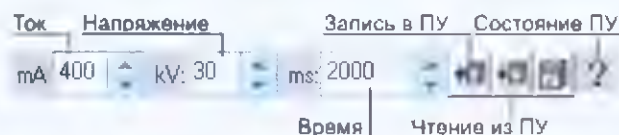

Рисунок 32. Группа полей для управления питающим устройством
- Группа полей для управления питающим устройством (см. рис. 32). Эти поля отсутствуют, если в «Настройках программы» на закладке «Аппарат» в разделе «Питающее устройство» выбрана опция «Нет». Они позволяют установить основные параметры питающего устройства (ПУ): анодный ток, ускоряющее напряжение и время экспозиции. Параметры устанавливаются в ПУ кнопкой «Запись в ПУ». Прочитать их можно кнопкой «Чтение из ПУ». Состояние ПУ изображается пиктограммой в самом правом поле.